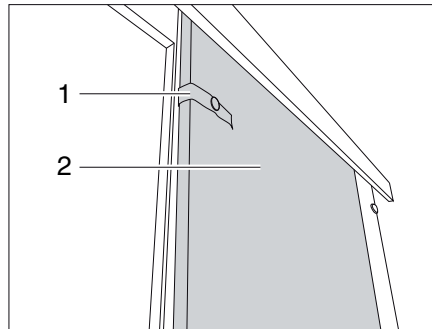

Fig. 226 Puerta corredera
- Soltar la cinta de seguridad (Fig. 226,1).
- Empujar la puerta corredera (Fig. 226,2) a la posición de cierre.
- Dirigir la puerta corredera (Fig. 226,2) a la posición de apertura.
- Fijar la puerta corredera con la cinta de seguridad (Fig. 226,1).